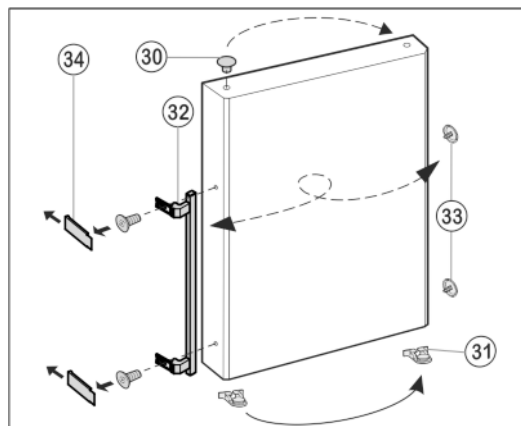

Fig. 12
- ▶ Zátky *Fig. 12 (30)* vyjměte z pouzdra ložisek dvířek a přemístěte je.
- ▶ Madlo dvíří *Fig. 12 (32)*, zátky *Fig. 12 (33)* a krycí destičky* *Fig. 12 (34)* odmontujte a přemontujte na protější stranu.